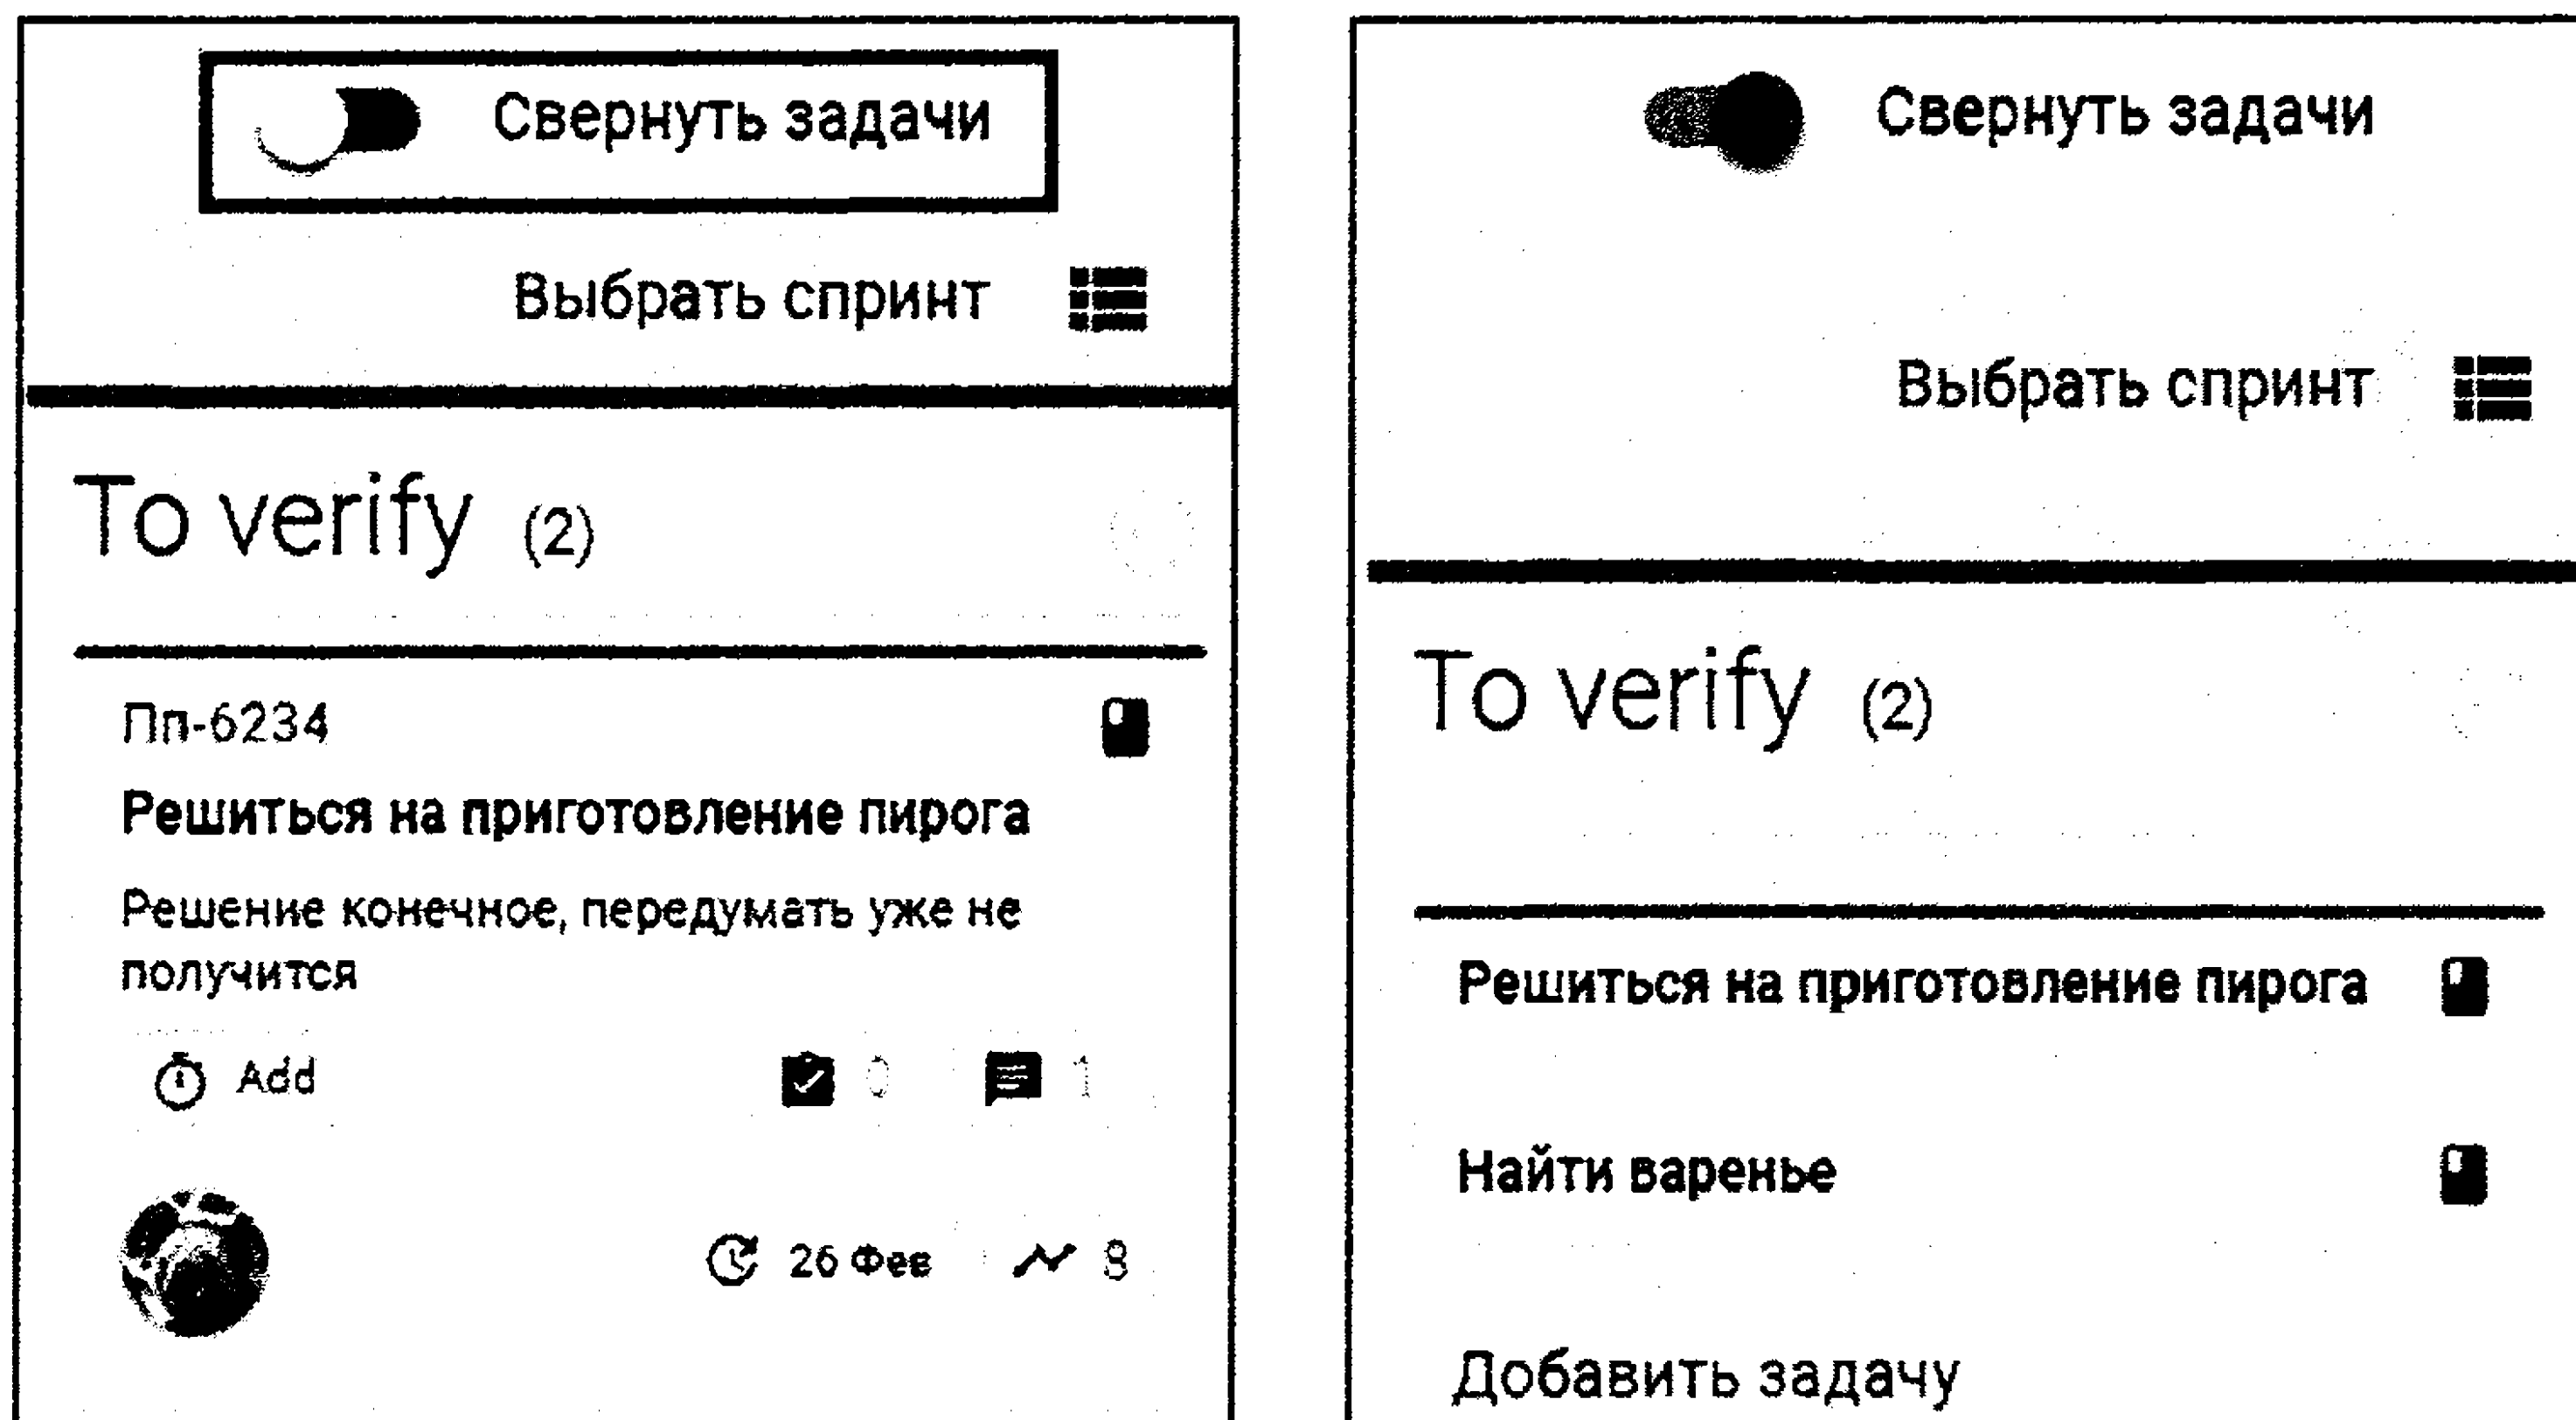

Рис. 5.14. Переключатель Свернуть задачи
1. Свернуть или развернуть задачи (рис. 5.14).